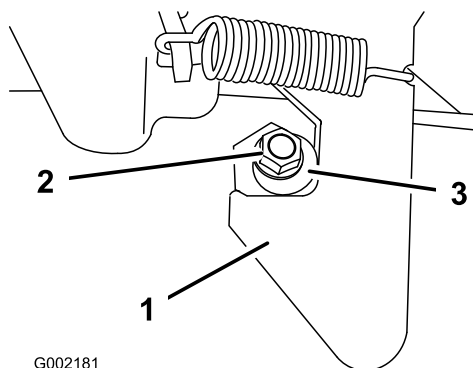

Рисунок 74
1. Ослабьте затяжку контргайки в конце стойки защелки (Рисунок 74).
2. Поверните стойку защелки по часовой стрелке, пока она не будет плотно прижата к крючковой части защелки (Рисунок 74).